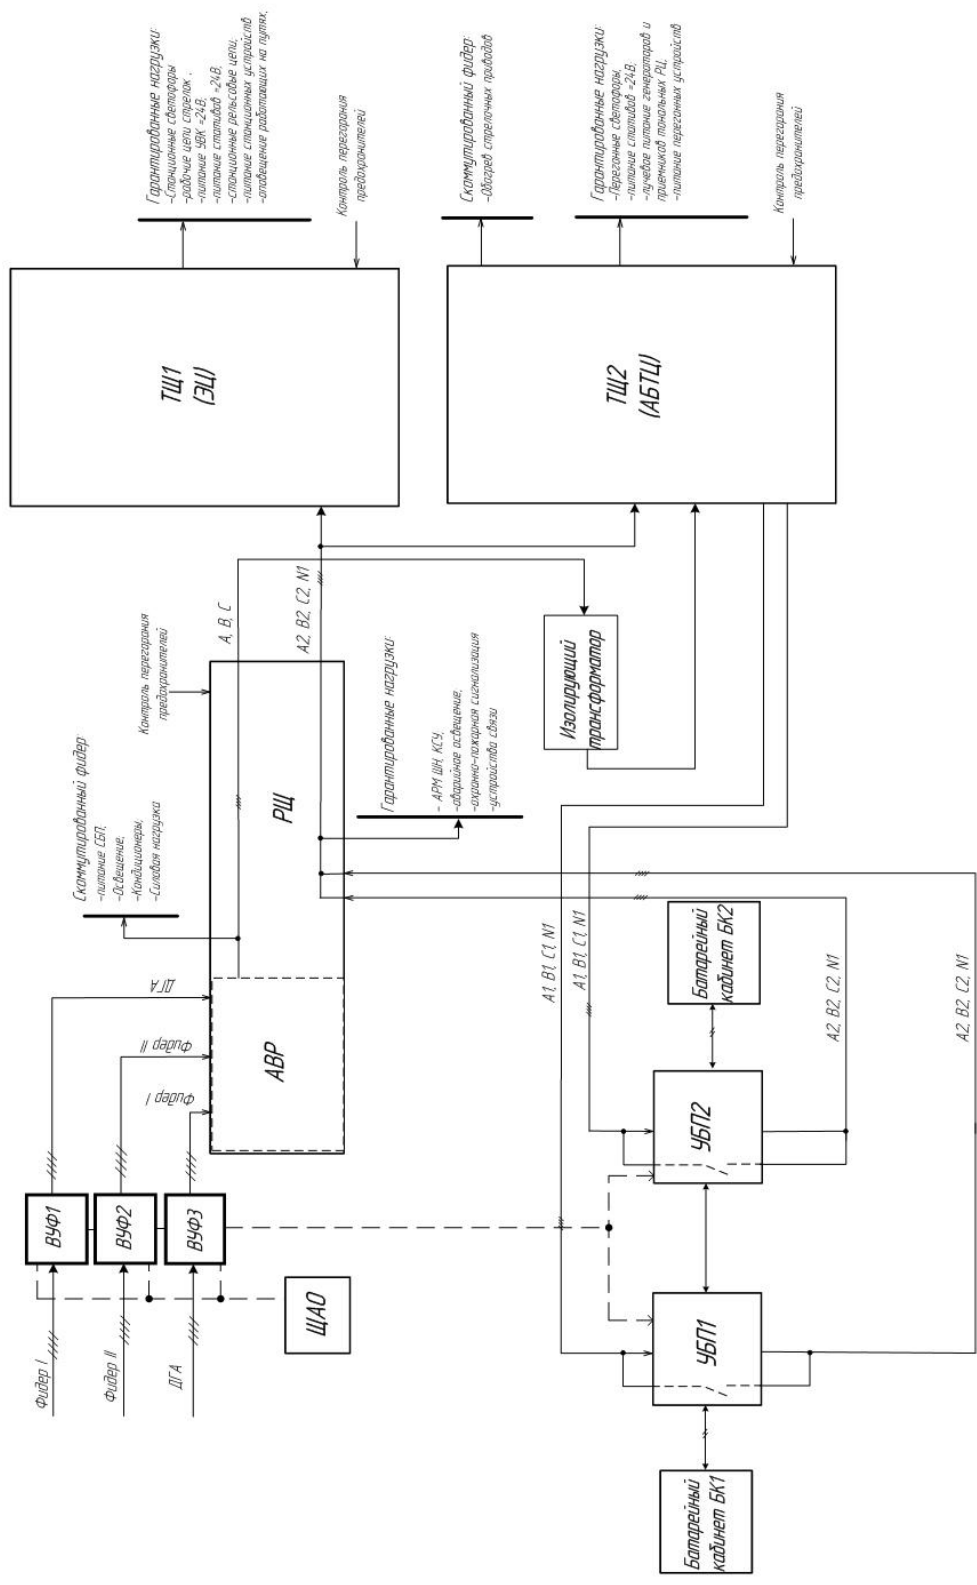

Рисунок 1
7.2.2. СПУ состоит из следующих основных частей (рисунок 1):